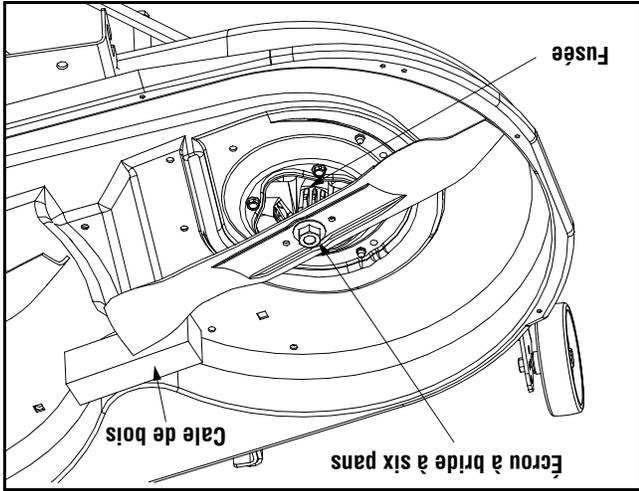

Figure 18
- Utilisez une clé de 15/16 po pour retirer l'écrou à bride à six pans qui maintient la lame. Voir la Figure 18.